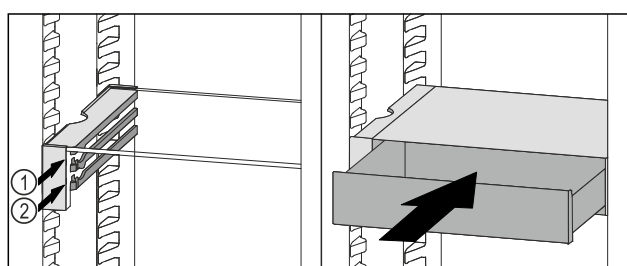

Fig. 92
- ▶ Placer le tiroir VarioSafe derrière les butées sur la nervure désirée Fig. 92 (1) ou Fig. 92 (2).